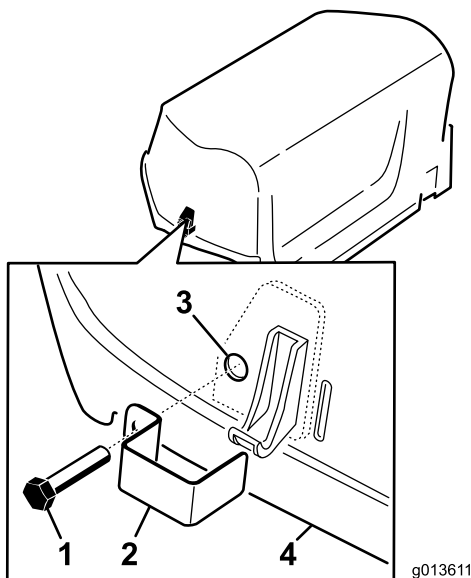

Рисунок 7
1. Установите замок фиксатора над левой и правой защелками капота (Рисунок 7), используя самонарезающие болты (всего 2 шт.).
2. С помощью плоскогубцев или разводного ключа наверните на каждый болт стопорную шайбу с внутренним зубом (1–2 витка резьбы) для фиксации болтов (Рисунок 7).